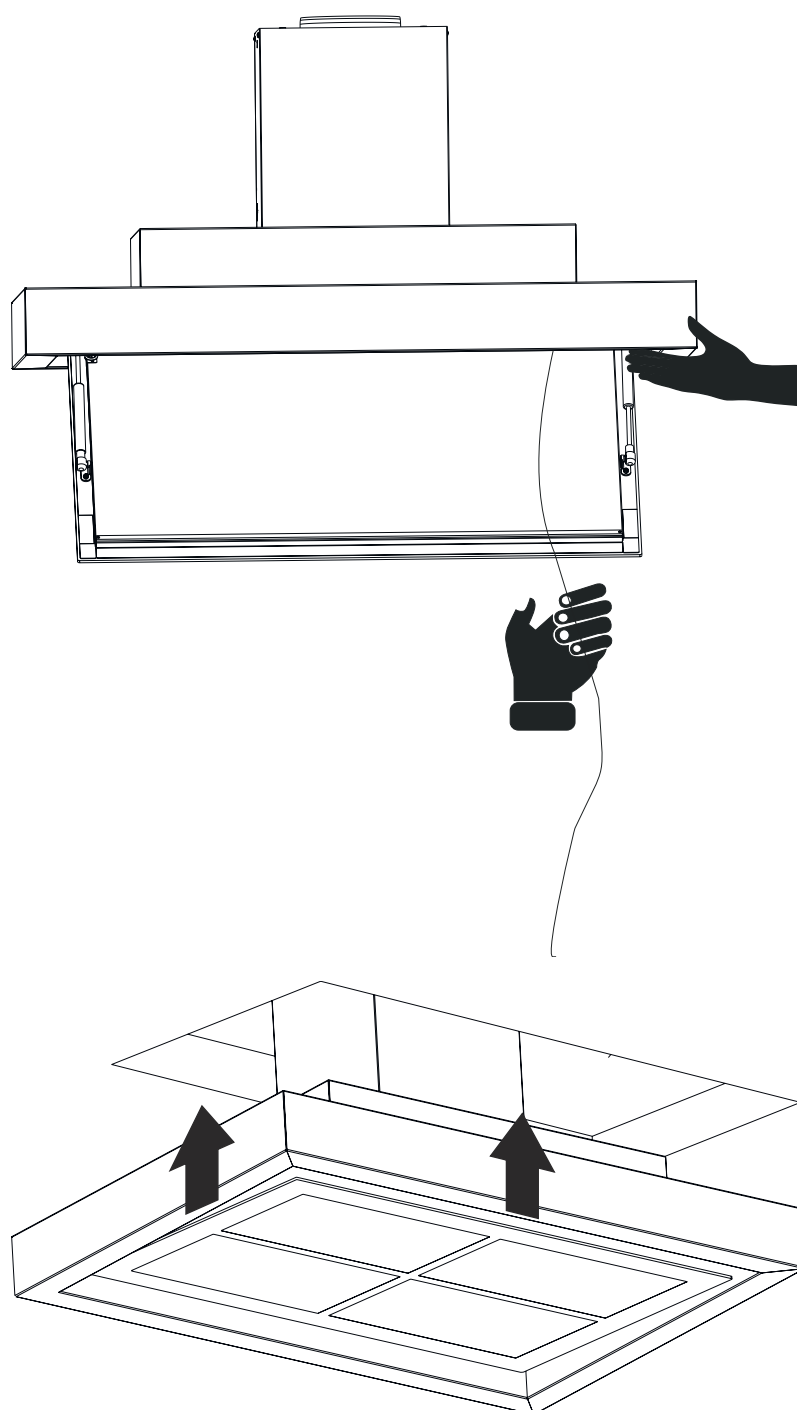

Fig. 26
**10.** ► För att hissa upp fläkten med stålvejarna; lyft den med en hand på kortsidan och dra i stålvejarna, en efter en. Gör detta växelvis på fläktens kortsidor. Varje gång man drar i stålvejarna låser säkerhetslåset dem (Fig. 26)
När fläkten har hissats upp till taket och det inte går att dra mer i stålvejarna ska dessa rullas ihop och placeras i förvaringsutrymmet. Observera: när stålvejarna placeras i förvaringsutrymmet måste den böjbara metallen böjas så att stålvejarna inte faller ut (Fig. 26).